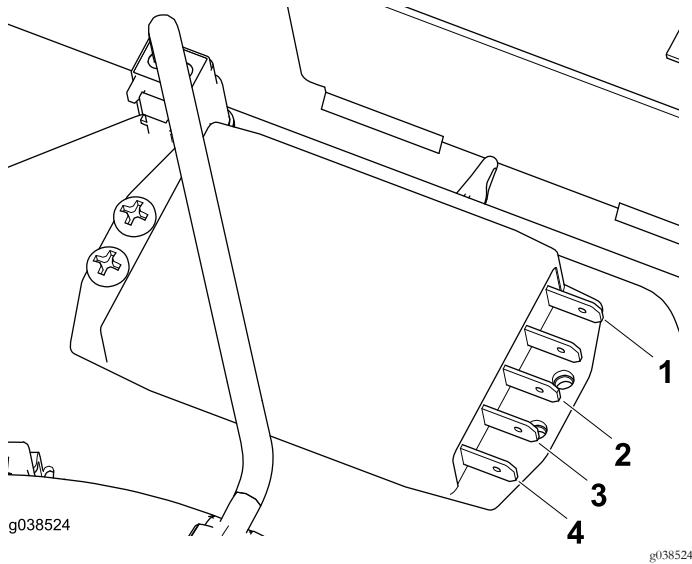

Figure 3
- Branchez le faisceau de câblage au bloc de résistances (Figure 3).